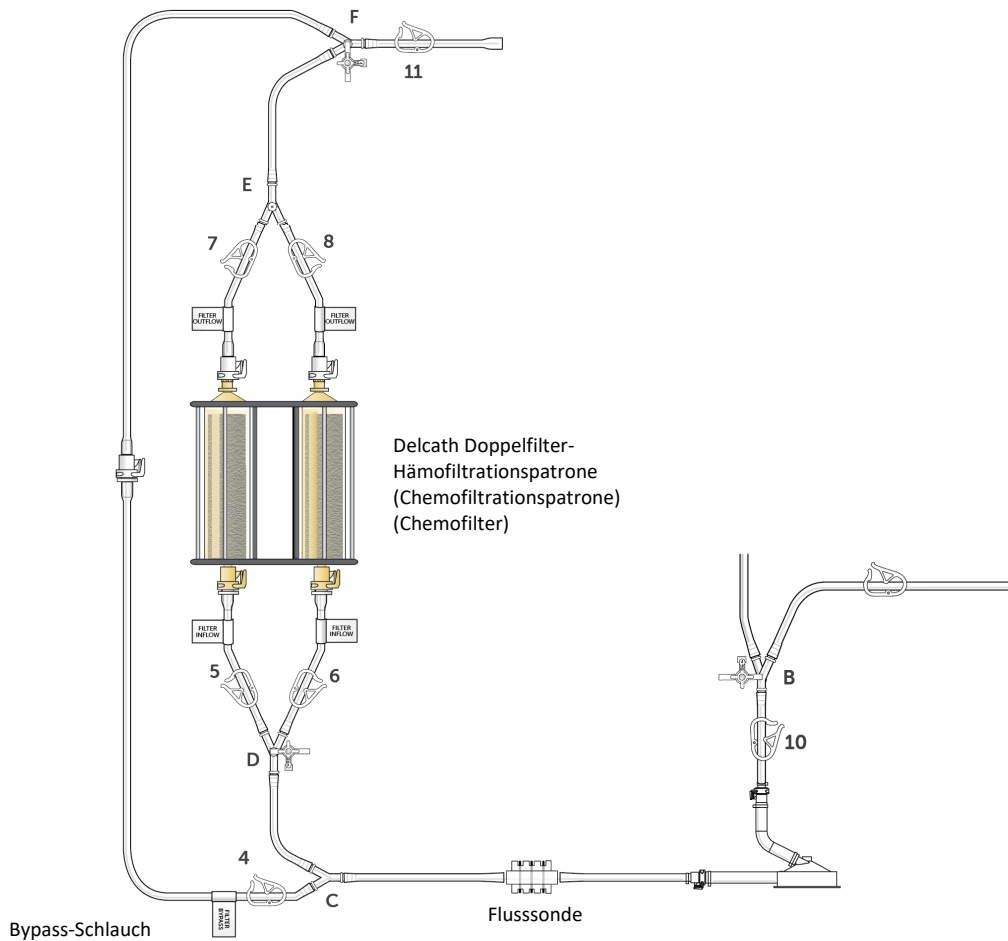

Abbildung 11
- (j) Bringen Sie die mitgelieferten Absperrhähne an den Y-Anschlüssen „B“ (vor der Pumpe), „D“ (vor den Filtern) und „F“ (Abfluss) an. Vergewissern Sie sich, dass die Klemme 4 am „Bypass-Schlauch“ geöffnet ist, wie in Abbildung 11 dargestellt.